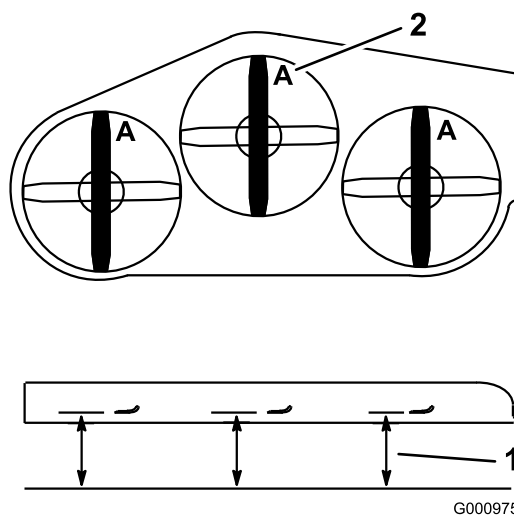

Figura 100
3. Rode as lâminas até as suas extremidades se encontrarem viradas para a frente e para trás (Figura 100).
4. Meça desde uma superfície nivelada até à extremidade de corte, posição A, das lâminas (Figura 100).